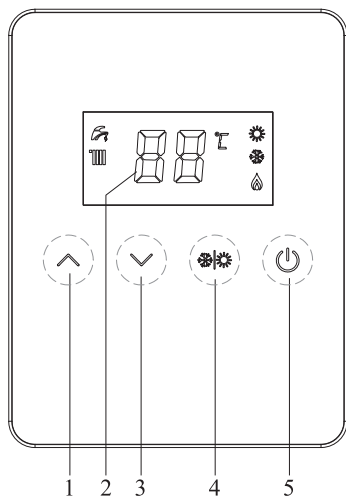

Рис. 5
3.9.1 Вид панели управления модели с жидкокристаллическим дисплеем (рис. 5, табл.3)